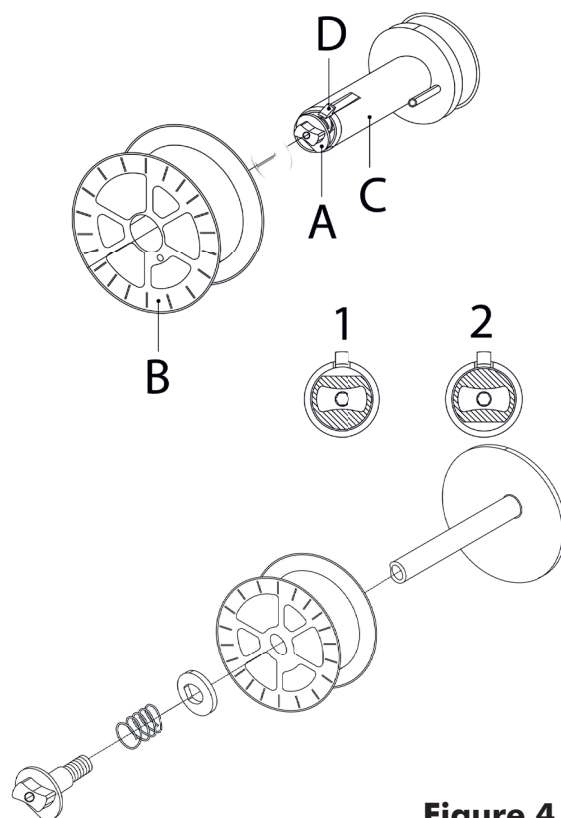
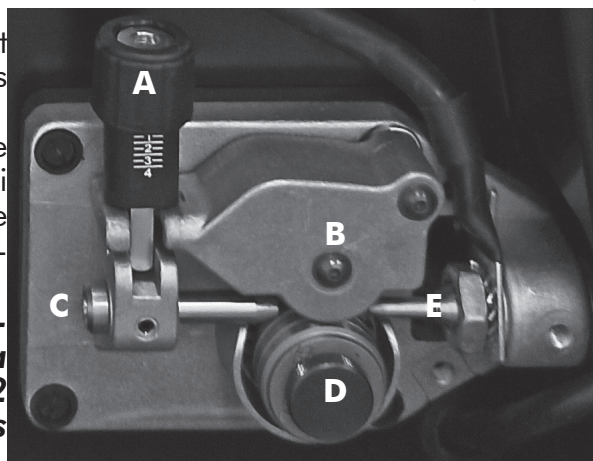

Figure 4
Figure 5
- Ouvrir le panneau latéral du logement de la bobine. Dévisser l'écrou (A) de l'arbre en le tournant de 180° (position 1) (tambour du frein). Durant le changement de bobine, extraire le rochet vide en appuyant sur le téton à déclic (D).(Fig.4)
- Enlever l'enveloppe de la bobine et la placer sur l'arbre. Revisser l'écrou (A) le tournant 180° (position 2).
- Enlever de l'arbre (C) la bobine montée (B).
- Dévisser le volant (A), extraire le ressort et la rondelle interne; enlever l'arbre (C) de l'axe.
- Revisser le volant (A).
**Le volant (A) constitue le système de freinage de la bobine. Une pression excessive soumet le moteur d'alimentation à des contraintes. Une pression insuffisante ne bloque pas immédiatement la bobine quand on cesse de souder.**
- Desserrer et abaisser le bouton en plastique (A) et relâcher le levier presse-fil (B)(Fig.5). Extraire les résidus de fil éventuels de la gaine guide-fil.
- Relâcher le fil de la bobine et le tenir serré avec une paire de pinces de façon à ce qu'il ne puisse pas se dérouler. Si nécessaire, le redresser avant de l'introduire dans le guide d'entrée (C) du fil. Y introduire le fil en le faisant passer au-dessus du galet inférieur (D) et dans la gaine guide-fil.